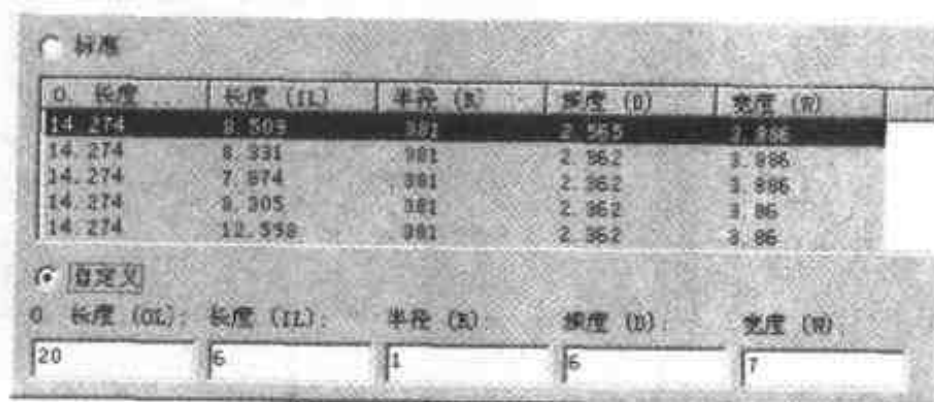

图 4.41 修改散热孔的加工属性
- (3) 在零件设计树中右击散热孔后选择【加工属性】命令, 并按照如图 4.41 所示输入自定义数据, 结果如图 4.41 所示。